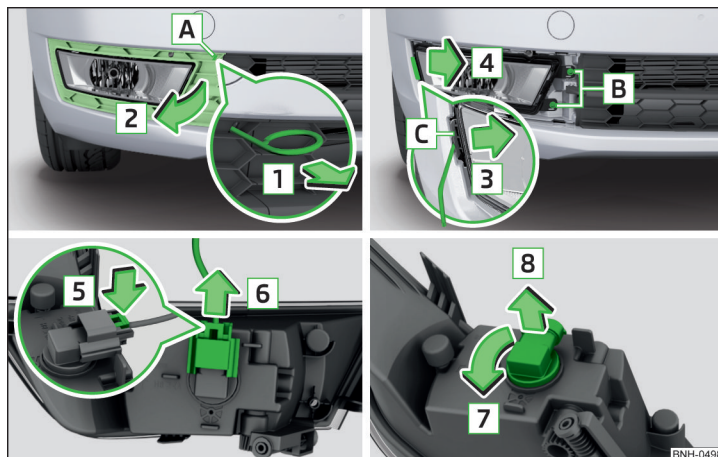

Abb. 177 Nebelscheinwerfer ausbauen / Glühlampe wechseln
- › In die Öffnung **A** » Abb. 177 den Bügel zum Abziehen der Radvollblenden » Seite 160, Bordwerkzeug einführen.
- › Den Nebelscheinwerfer entgegen der Pfeilrichtung **4** » Abb. 177 einsetzen und festschrauben.